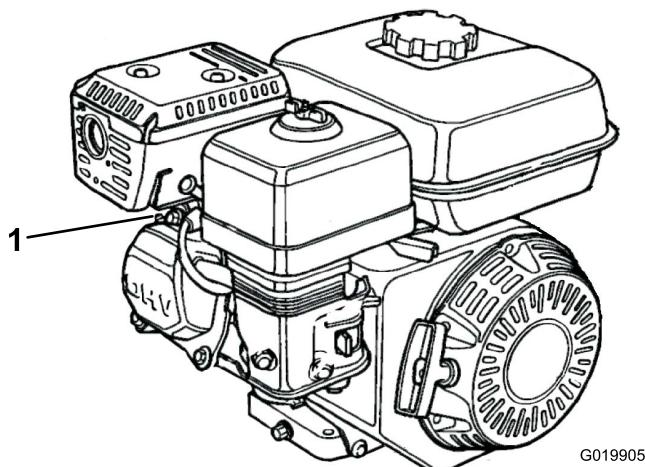

Figura 17
1. Desconecte el cable de la bujía (Figura 17).